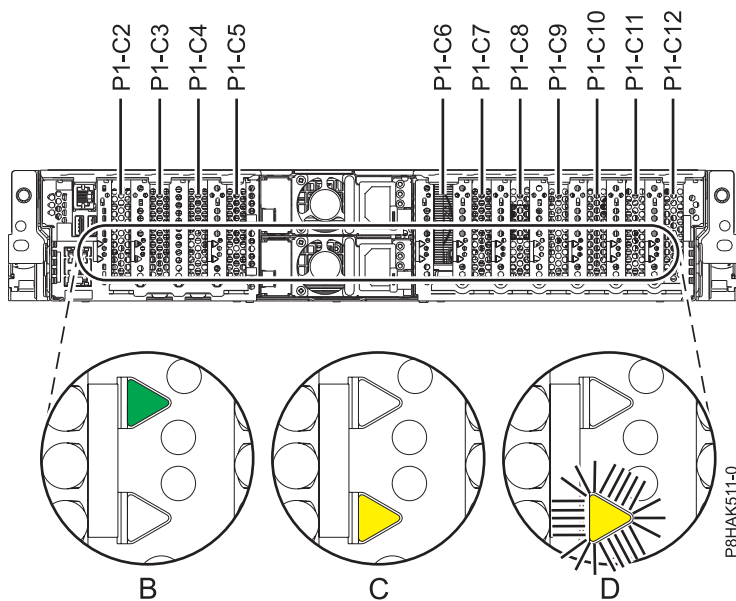

Abbildung 13. Positionen der PCIe-Adaptersteckplätze und LEDs in einem System vom Typ 5148-21L, 5148-22L, 8247-21L, 8247-22L, 8284-21A oder 8284-22A
1. In Machen Sie sich mit den Positionen der PCIe-Adaptersteckplätze und den Serviceanzeigen für den zu wartenden PCIe-Adapter vertraut. Die PCIe-Adapter werden an der Rückseite des Systems installiert. In Abb. 13 auf Seite 26 werden die Positionen der PCI-Adapter in einem System vom Typ 5148-21L, 5148-22L, 8247-21L, 8247-22L, 8284-21A oder 8284-22A und die Positionen der LEDs für die einzelnen PCI-Adapter angezeigt.